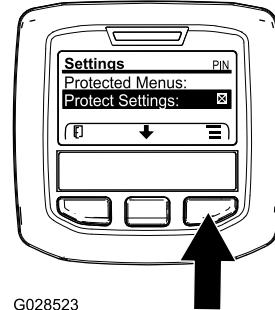

Figure 9
- Depuis le MENU PRINCIPAL, utilisez le bouton central pour naviguer jusqu'au MENU RÉGLAGES et appuyez sur le bouton droit (Figure 9).